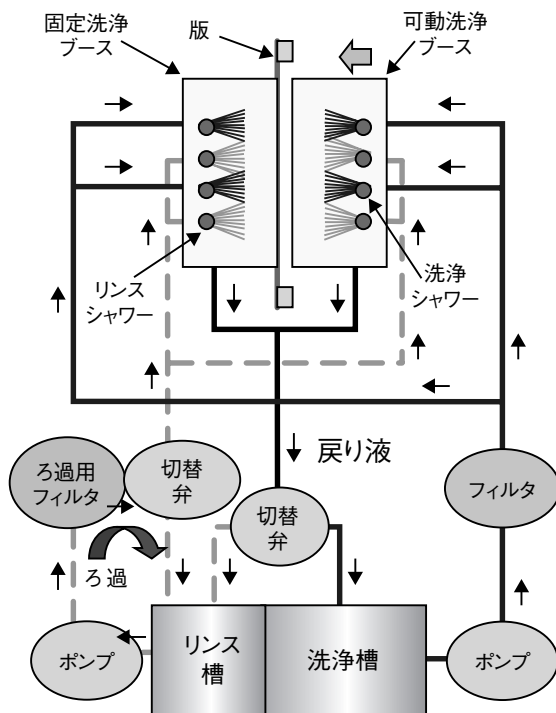

図4 ACT300最新洗浄方式
- ① 従来機(初期バージョン)へリンス液ろ過機能を付加した洗浄方式(図4)を採用することによって、洗浄液